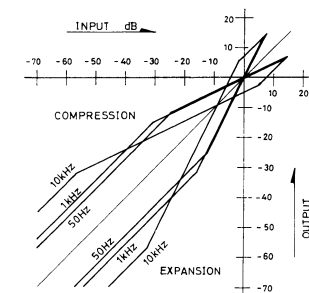

Fig. 2
Fig. 2 shows the characteristics of the HIGH COM compander. The 0 dB point on the graph indicates the reference level of HIGH COM, when the tape recording level is at 200 nW/m.
La Fig. 2 présente les caractéristiques du compandeur HIGH COM. Le point 0 dB du graphique indique le niveau de référence du HIGH COM, pour un niveau d'enregistrement sur bande de 200 nW/m.
5. Gradually reduce the input level from 0 dB (600 mV) level at LINE OUT. Confirm that output at DECK OUT is 1/2 the input when the input is above a certain level; and below that level, that output is equal to input. See the graph (for compression) in Fig. 2.
6. Set the mode selector to PLAY position. Send 400 Hz (sine wave) signal from audio generator to DECK IN terminal. Adjust output of audio generator until the output at LINE OUT is 600 mV. In this state, gradually reduce the input level. Confirm that the output at LINE OUT is two times the input when input is above a certain level; and below that level, that output is equal to input. See the graph (for expansion) in Fig. 2.
5. Réduire progressivement le niveau d'entrée à partir du niveau 0 dB (600 mV) sur LINE OUT. Vérifier que le niveau de sortie sur DECK OUT soit de 1/2 le niveau d'entrée lorsque l'entrée se situe au-dessus d'un certain niveau, et qu'en dessous de ce niveau la sortie est égale à ce niveau. Voir le graphe (compression) de la Fig. 2.
6. Amener le sélecteur de mode sur la position PLAY. Appliquer un signal de 400 Hz (onde sinusoïdale) à partir du générateur audio sur la borne DECK IN. Ajuster la sortie du générateur audio de façon à obtenir une sortie de 600 mV sur LINE OUT. A partir de cet état, réduire progressivement le niveau d'entrée. Vérifier que le niveau de sortie sur LINE OUT est égal à deux fois le niveau d'entrée lorsque l'entrée s'établit au-dessus d'un certain niveau, et qu'en-dessous de ce niveau la sortie est égale au niveau d'entrée. Voir le graphe (expansion) de la Fig. 2.